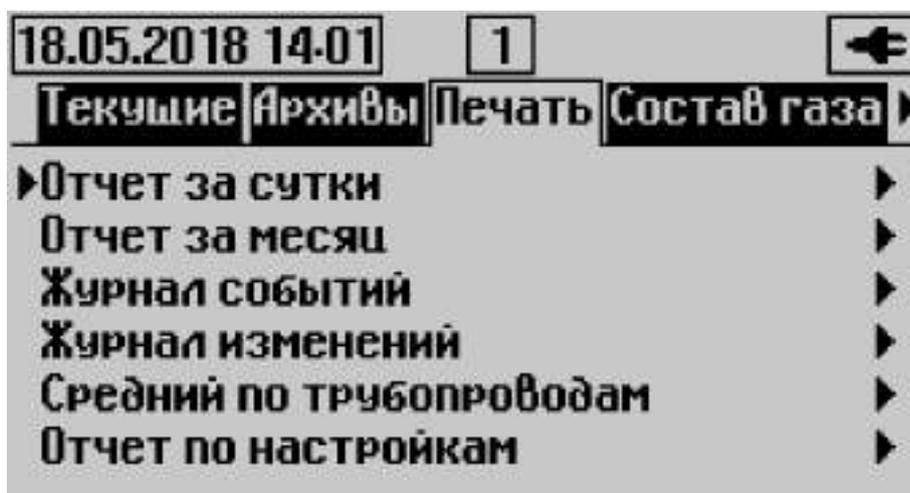

Рисунок 10 – Меню «Печать»
– «Отчёт за сутки» (рисунок 10);